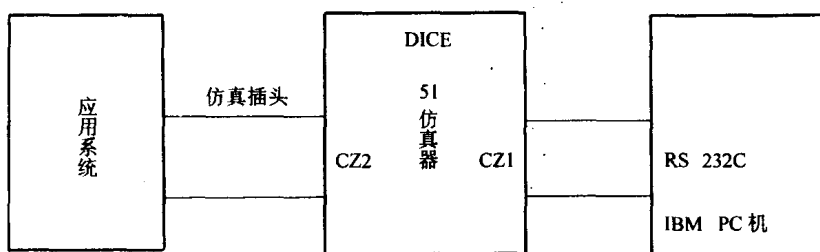

图 2-1 DICE 在线仿真系统的组成
在 DICE 综合软件支持下, DICE - 51 开发机和 IBM PC/XT 经 RS232C 接口相连后,便构成 DICE 在线仿真系统,实现高一级的开发功能,从而提高样机研制工作的效率。DICE - 51 在线仿真系统的组成如图 2-1 所示:
(1) 准备工作
- ① DICE - 51/98 开发机和 IBM PC/XT 机相连，连接方法见图 2-1；
- ② 打开 DICE - 51/98 机的 +5V、+12V 电源；
- ③ DICE - 51/98 机显示初始化提示信息“P.”；
- ④ 在 DICE - 51/98 机键盘上按下 COMP 键。
(2) 启动通信。当 PC 机处于组合软件状态时，显示出主菜单，将光标移到 4，按回车键或输入 4，此时屏幕上显示出下面的一幅信息：